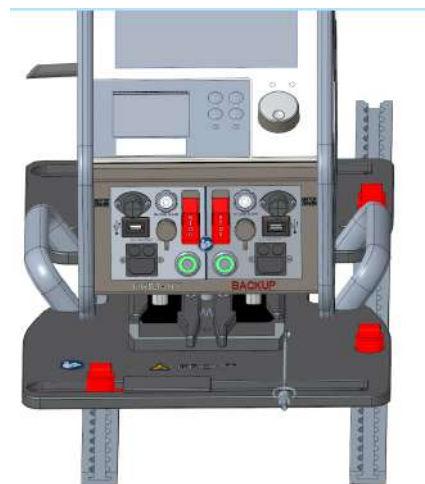

Рисунок 9b
5) Слегка нажимая на переднюю часть **консоли ECMOLIFE**, сдвигать консоль в направлении, противоположном **«ЛИЦЕВОЙ СТОРОНЕ»**, до тех пор, пока она не встанет на место (рисунок 9а). Убедиться, что система зафиксирована, проверив, чтобы две вилки доступа к ползунам располагались под наклоном, а не параллельно (рисунок 9b).